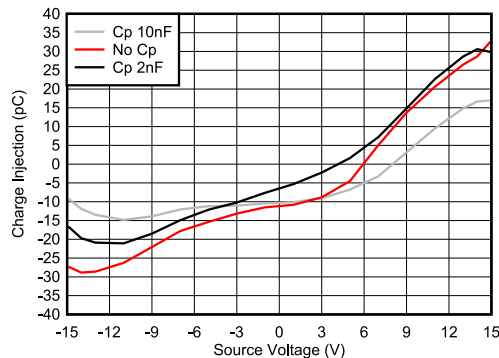

図 8-2. 電荷注入補償
TMUX620x には、ドレイン (Dx) への電荷注入を低減するための専用アーキテクチャが搭載されています。敏感なアプリケーションでの電荷注入をさらに低減するために、ソース (S) に補償コンデンサ (Cp) を追加できます。これにより、スイッチの遷移からドレイン (D) ではなくソース (S) の補償コンデンサへ余分な電荷が流れます。一般的に、Cp はドレイン (D) の等価負荷容量よりも 20 倍大きい必要があります。図 8-2 に、ソース側のさまざまな補償コンデンサによる電荷注入の変動を示します。このプロットは、TMUX62xx ファミリの一部として、100pF の負荷容量を持つ TMUX6219 でキャプチャしたものです。